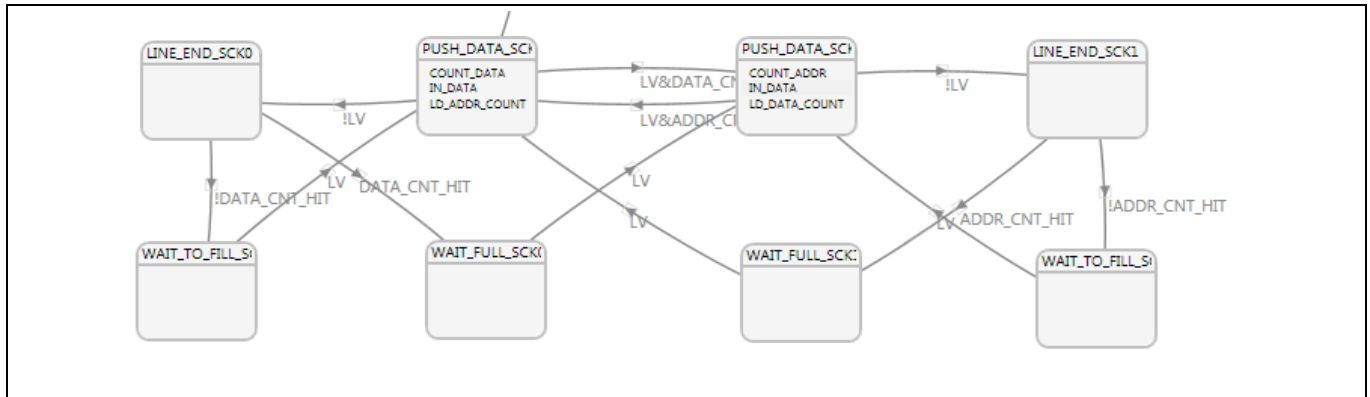

Figure 37 DMA バッファが一杯になっている間待機
38. 「LV」方程式を使って「WAIT_FULL_SCK1_NEXT_SCK0」ステートから「PUSH_DATA_SCK0」ステートへの遷移を作成します。ここで、ステートマシンは **Figure 37** のようになります。